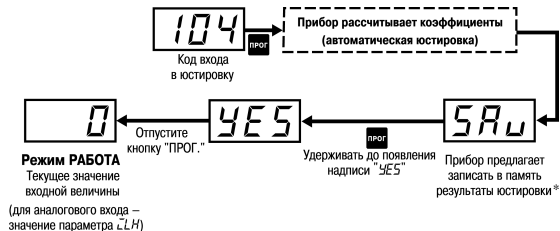

Рисунок 8.2 – Последовательность действий при юстировке наклона характеристики термопреобразователя или датчика с унифицированным выходным сигналом
- Не менее чем через 15 – 20 сек после включения питания произвести юстировку прибора (см. рисунок 8.2). Юстировка производится автоматически. После юстировки прибор возвращается в режим **Работа**.